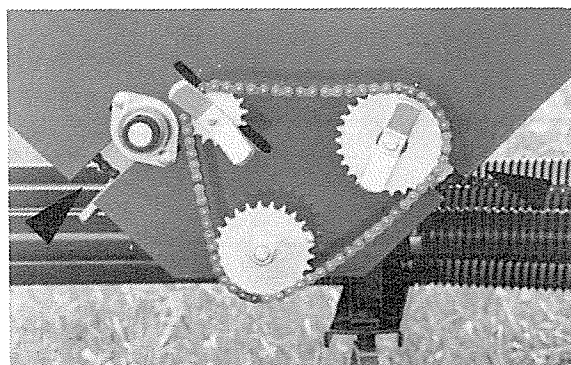

Figure 36A
- (d) Slow Speed Drive 2 places. (See Fig. 36A).